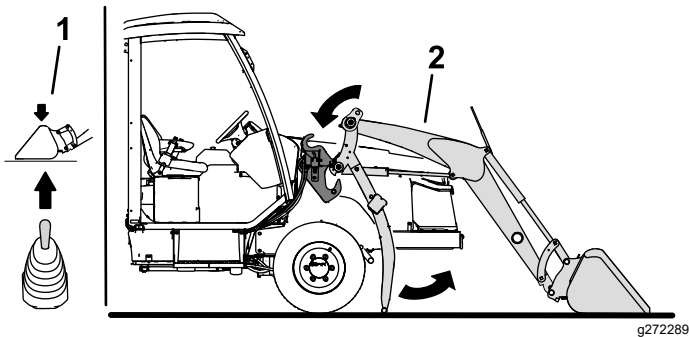

Figura 55
6. Avviate il motore e utilizzate il joystick del caricatore per abbassare i bracci di carico nei supporti del telaio del caricatore (Figura 55).